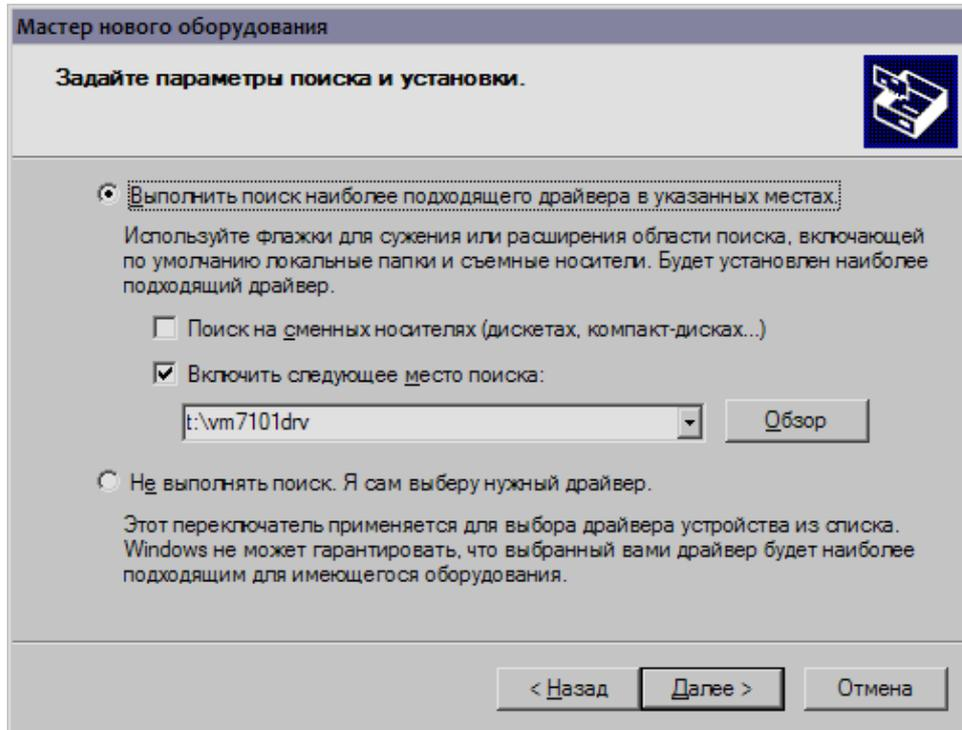

Рисунок 33 – Окно "Поиск файлов драйвера"
10. Нажать кнопку "Далее", появится окно поиска файлов драйвера (рис.27). Установить флажки в поле «Включить следующее место поиска» (см рис.33). С помощью кнопки «Обзор» выбрать каталог, где находится драйвер VM-7101 (ENCOTES) Serial Port для прибора VM-7101. Драйвера находятся в папке, где установлен Модуль работы с прибором VM-7101.